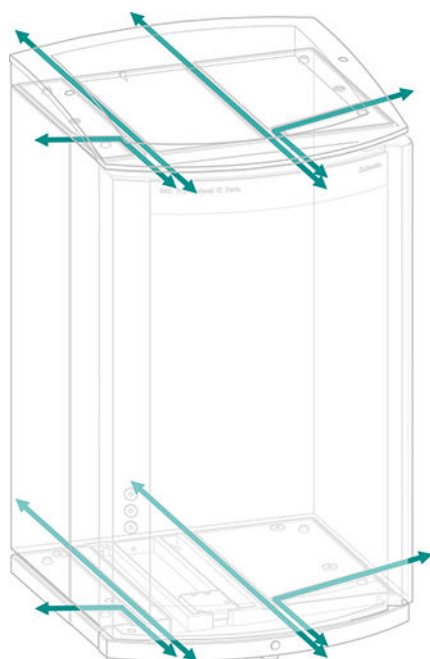

图5 毛细管通道
- 仪器和底盘间以及仪器和瓶架间的通道（参见图5，第14页）